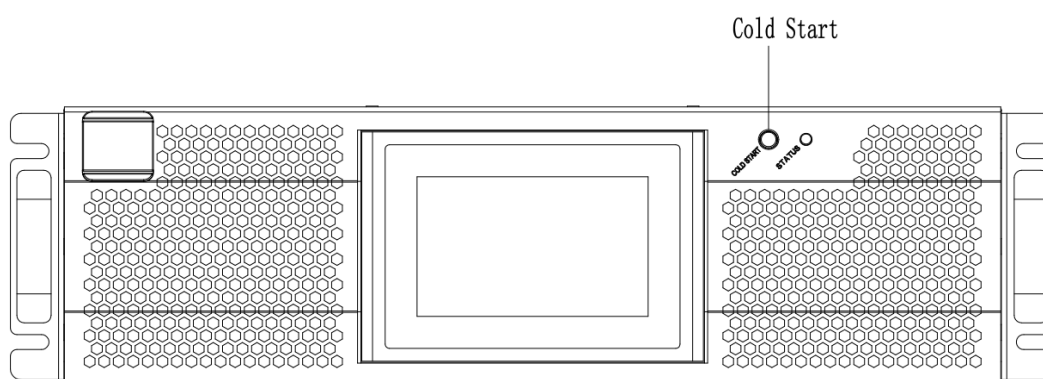

Рис. 5-6 Кнопка холодного запуска ИБП
- (1) Проверьте правильность сборки батарейного массива после чего включите батарейный автомат.
- (2) Нажмите красную кнопку "Cold start" (рис. 5-6). ИБП начнёт работу от энергии аккумуляторного массива